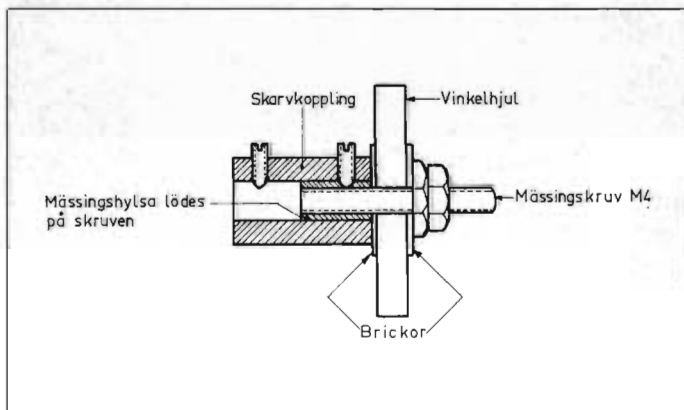
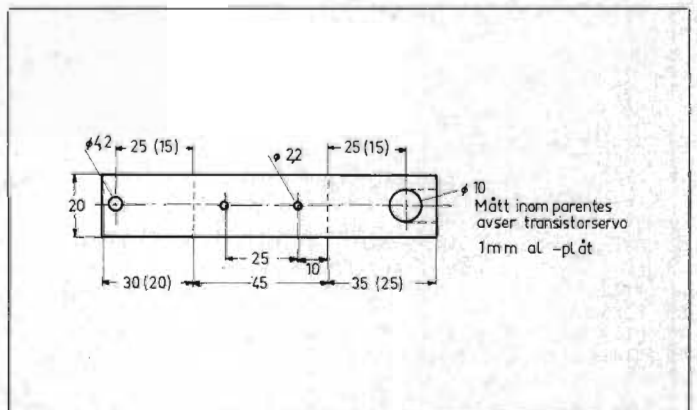

Fig. 12. Slirkoppling för servo C. Två brickor av plast eller fiber möjliggör slirningen mellan kuggvinkelhjulet och vridmotståndets axel.
Fig. 13. Mått för plåtvinkeln som håller vridmotståndet och kopplingen i servo C. Mått inom parentes avser servo C med serietransistor.
Fig. 12. Schema över seriereglerat aggregat med styrda likriktare som förregulator samt inställbar strömbegränsning. Möjligheter till programmering, fjärravkänning, modulering och konstantström finnes. Aggregatet — av vilket en exteriörbild synes här — lämnar 0–28 V 20 A.
Fig. 13. Högstabil likspänningsaggregat i militärutförande. Kompakthet är ett väsentligt krav på denna kvalificerade apparatur. Därför har komponentmontaget gjorts på utfällbara däck. Aggregatet är programmerbart med BCD-kod eller manuellt inställbart med sex dekader. 0–200 V, 200 mA i 1 mV steg.
Det stora vinkelväxelhjulet är fastdraget med två muttrar på en axel som gängats till M4. För att kopplingen skall slira när vridmotståndets ändlägen nås har en bricka av mjukplast eller fiber lagts mellan hjulet och fästmuttrarna. Se fig. 12. Ritning för plåtvinkeln som håller vridmotståndet och slirkopplingen visas i fig. 13. Mått inom parentes avser servo C med serietransistor. Motorn skall monteras på bottenplattan så att vinkeldrevets axel pekar mot centrum på vinkelhjulets axel.
- 1 st slirkoppling. Se fig. 12.
- 1 st aluminiumplåt. Se fig. 13.